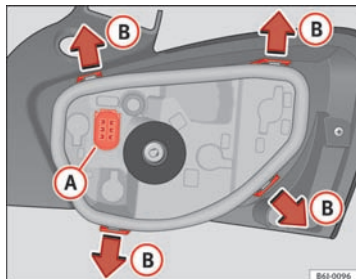

Fig. 162 Udskiftning af pærer i baglygter
- Tag pæreholderen ud af huset. Tryk i den forbindelse tapperne (B) i pilenes retning ⇒ Fig. 162.